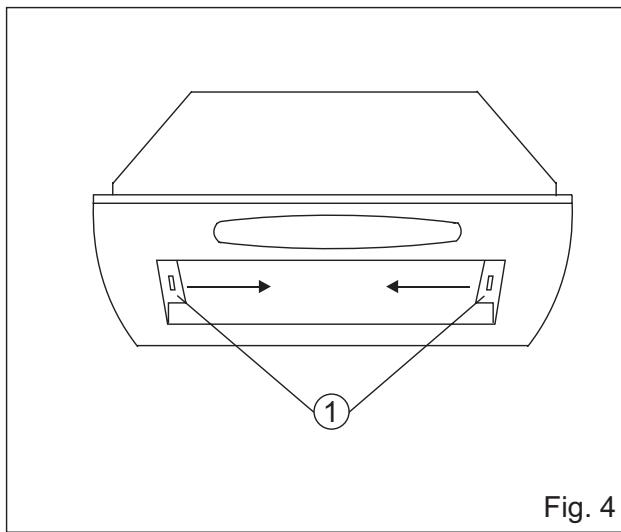

Fig. 4
2. Per la pulizia interna della cappa: togliere il filtro alluminio come in figura 3, seguendo le istruzioni al punto 1: tirare le due linguette verso l'interno (Fig. 4/1) e procedere con l'operazione di pulizia. Per i modelli dotati di griglia forata, sganciare la stessa come al punto 1.